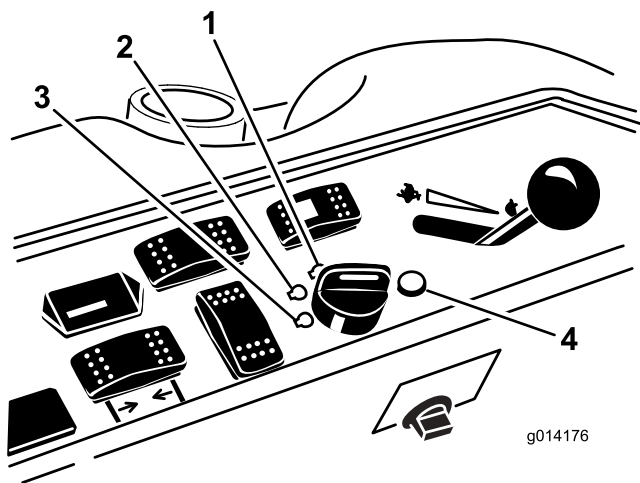

図 16
- キーを RUN 位置に回す 図 16。
- キーを OFF 位置に回す 図 16。すべての部分が完全に停止してから運転席を立つ。